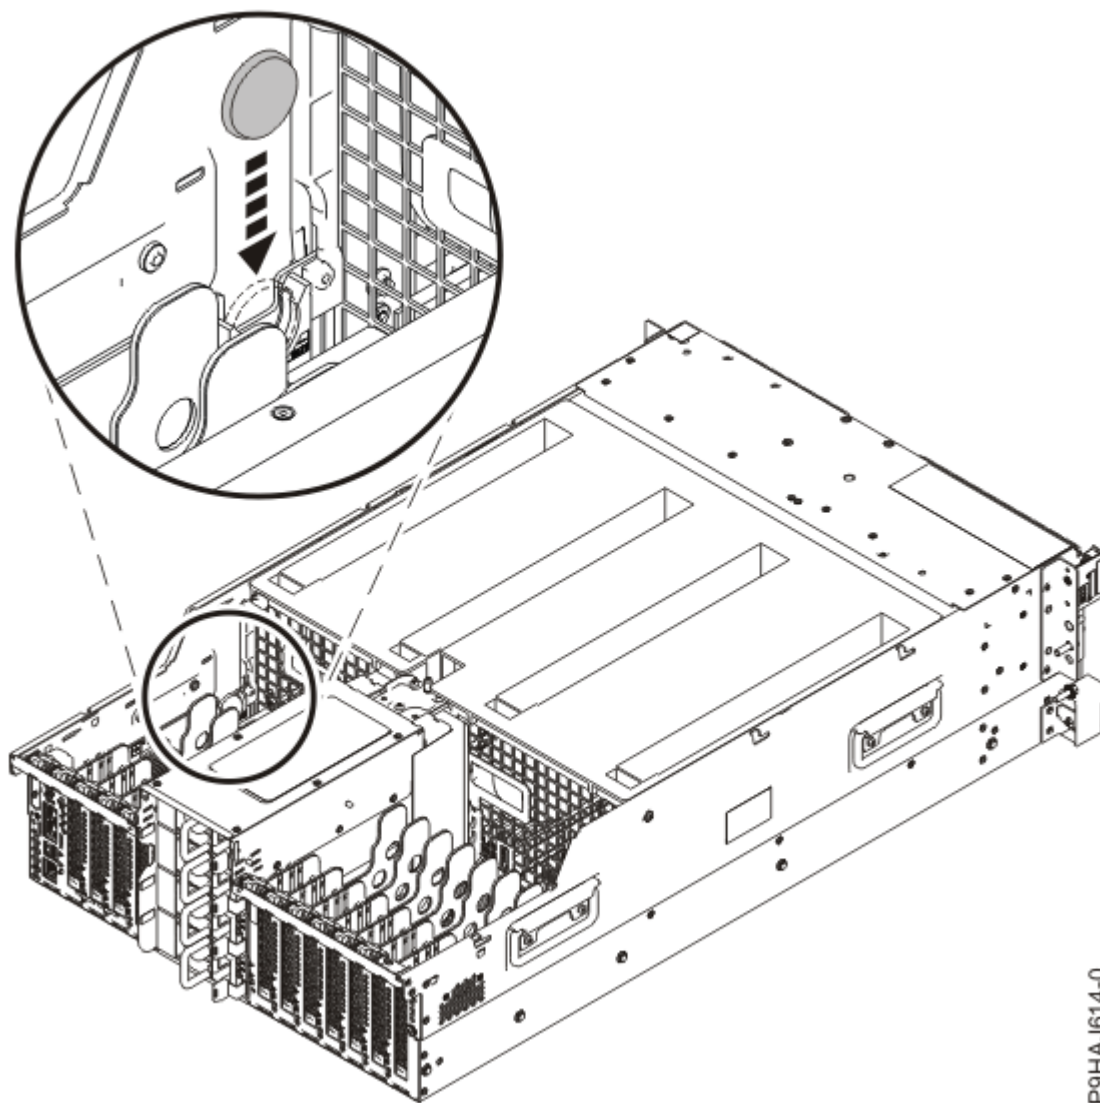
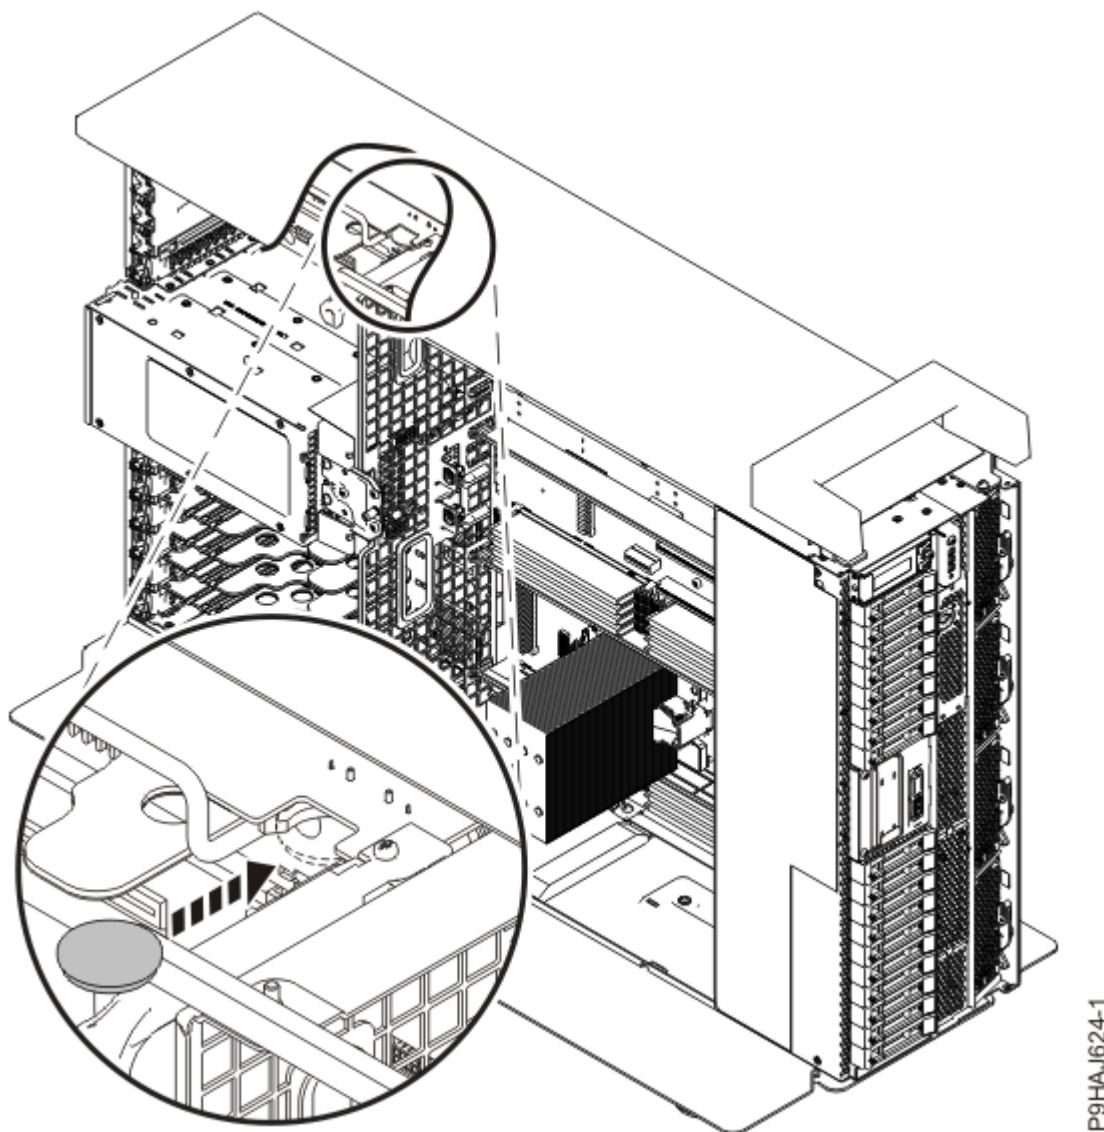

Figura 9. Inserir a pilha do relógio num sistema montado em bastidor
Figura 10. Inserir a pilha do relógio num sistema autónomo
2. Insira a pilha do relógio na respectiva ranhura na localização P1-C1-E1 na placa do processador de serviço, tal como é demonstrado em Figura 9 na página 12 e Figura 10 na página 13.